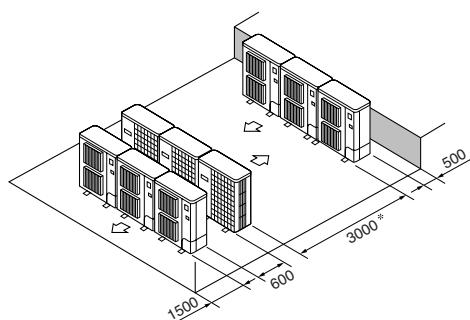

Fig. 2-13
⑥ Mehrfachanlagen in paralleler Anordnung (Fig. 2-13)